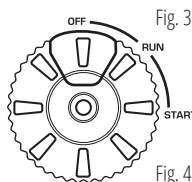

Fig. 3
- 5.2 Pentru pornire electrică, apăsați butonul roșu de pe întrerupătorul multifuncțional (fig. 3).
6. După ce ați pornit motorul, rotiți întrerupătorul multifuncțional în poziția „RUN” (fig. 3).
8. Pentru pornirea manuală, trageți starterul manual până ce simțiți o ușoară rezistență, apoi trageți-l relativ brusc către dumneavoastră. Rotiți încet starterul cu mâna, nu îi dați drumul brusc. Pentru pornire electrică, apăsați butonul roșu de pe întrerupătorul multifuncțional (fig. 3).
9. După ce ați pornit motorul, rotiți întrerupătorul multifuncțional în poziția „RUN” (Fig. 3).